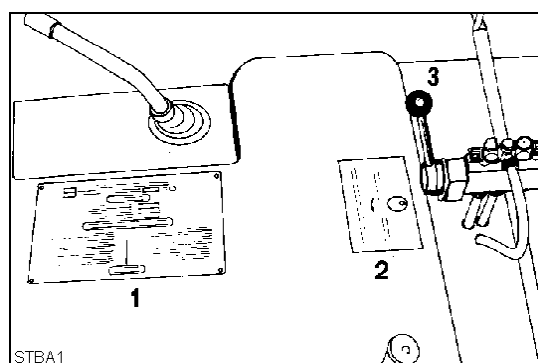

Fig. 1
La caja de transferencia cambiable, por regla general, se cambia neumáticamente. Está instalada para tal fin una palanca de cambio (ejemplo 3, Fig. 1) en la cabina del conductor.
- Esperar aprox. 5 segundos y poner la palanca de mando 3 (Fig. 1) en la posición "Servicio de bomba".